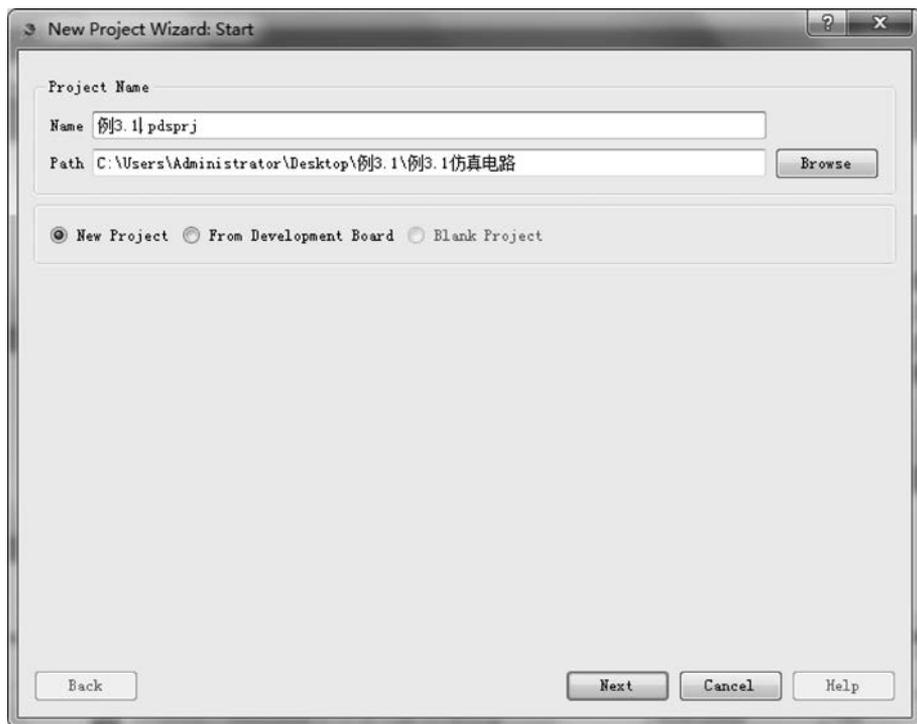

图 3.32 New Project Wizard: Start 对话框
(1) 打开 Proteus 软件。在 Proteus 首页，选择 File→New Project 选项，弹出 New Project Wizard: Start 对话框，如图 3.32 所示。在该对话框中，选择存放工程文件的路径，输入工程文件名。这里，把工程文件存放在“例 3.1 仿真电路”文件夹，并把工程文件命名为“例 3.1.pdsprj”。